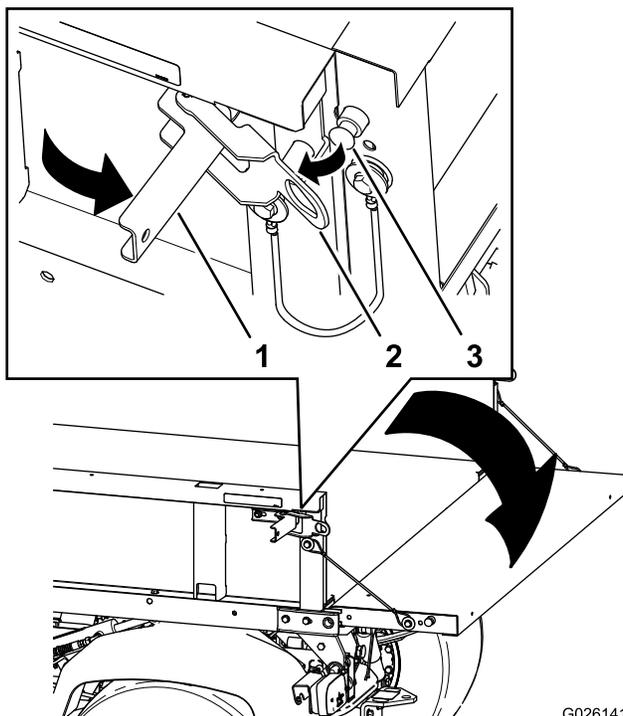

図 14
2. 荷台の左右にあるラッチを解放してテールゲートを下げる 図 14。